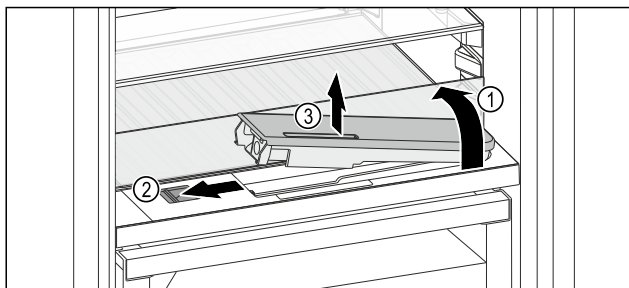

Fig. 208
- ▶ Soulever la tablette et la rabattre vers l'arrière jusqu'à la butée Fig. 208 (1).
- ▶ Pousser le curseur Fig. 208 (2) vers la gauche.
- ▶ Sortir le filtre à eau Fig. 208 (3).